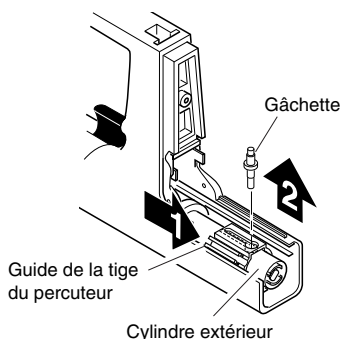

Figure 8 - Retrait de la gâchette
2. Retirer la gâchette par les orifices ainsi alignés (consulter la Figure 8).